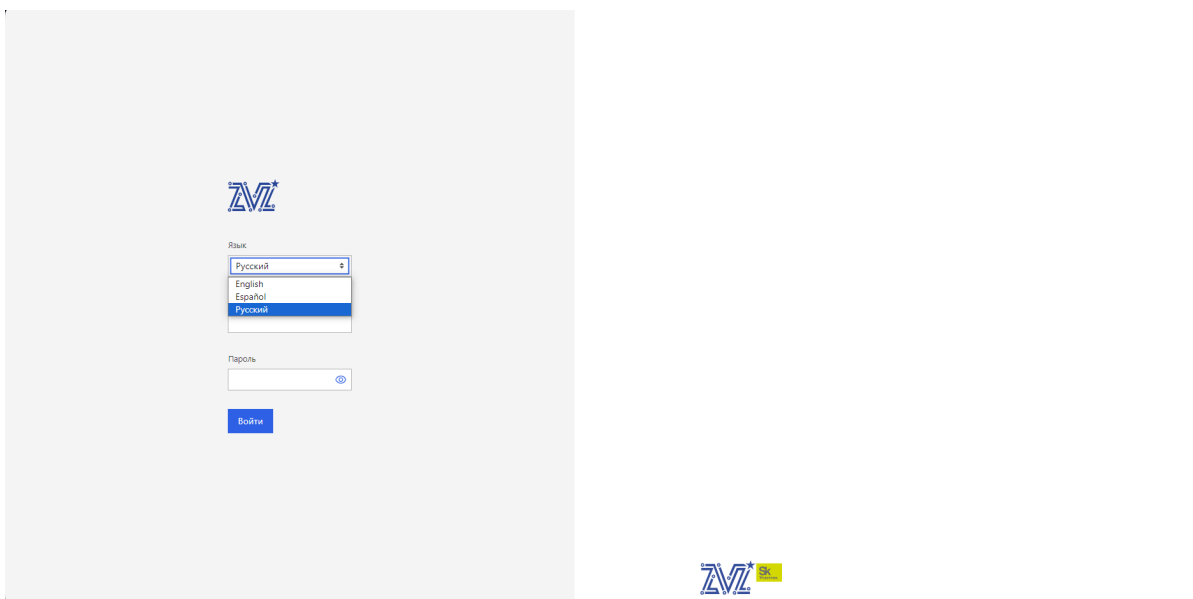

Рис. 77. Окно «Журнал событий»
- 1) Подключитесь в VMC-консоль оборудования (Журнал событий Altair Z). Во вкладке «Язык» выберите «Русский». Окно показано на рис. 77 Окно «Журнал событий»